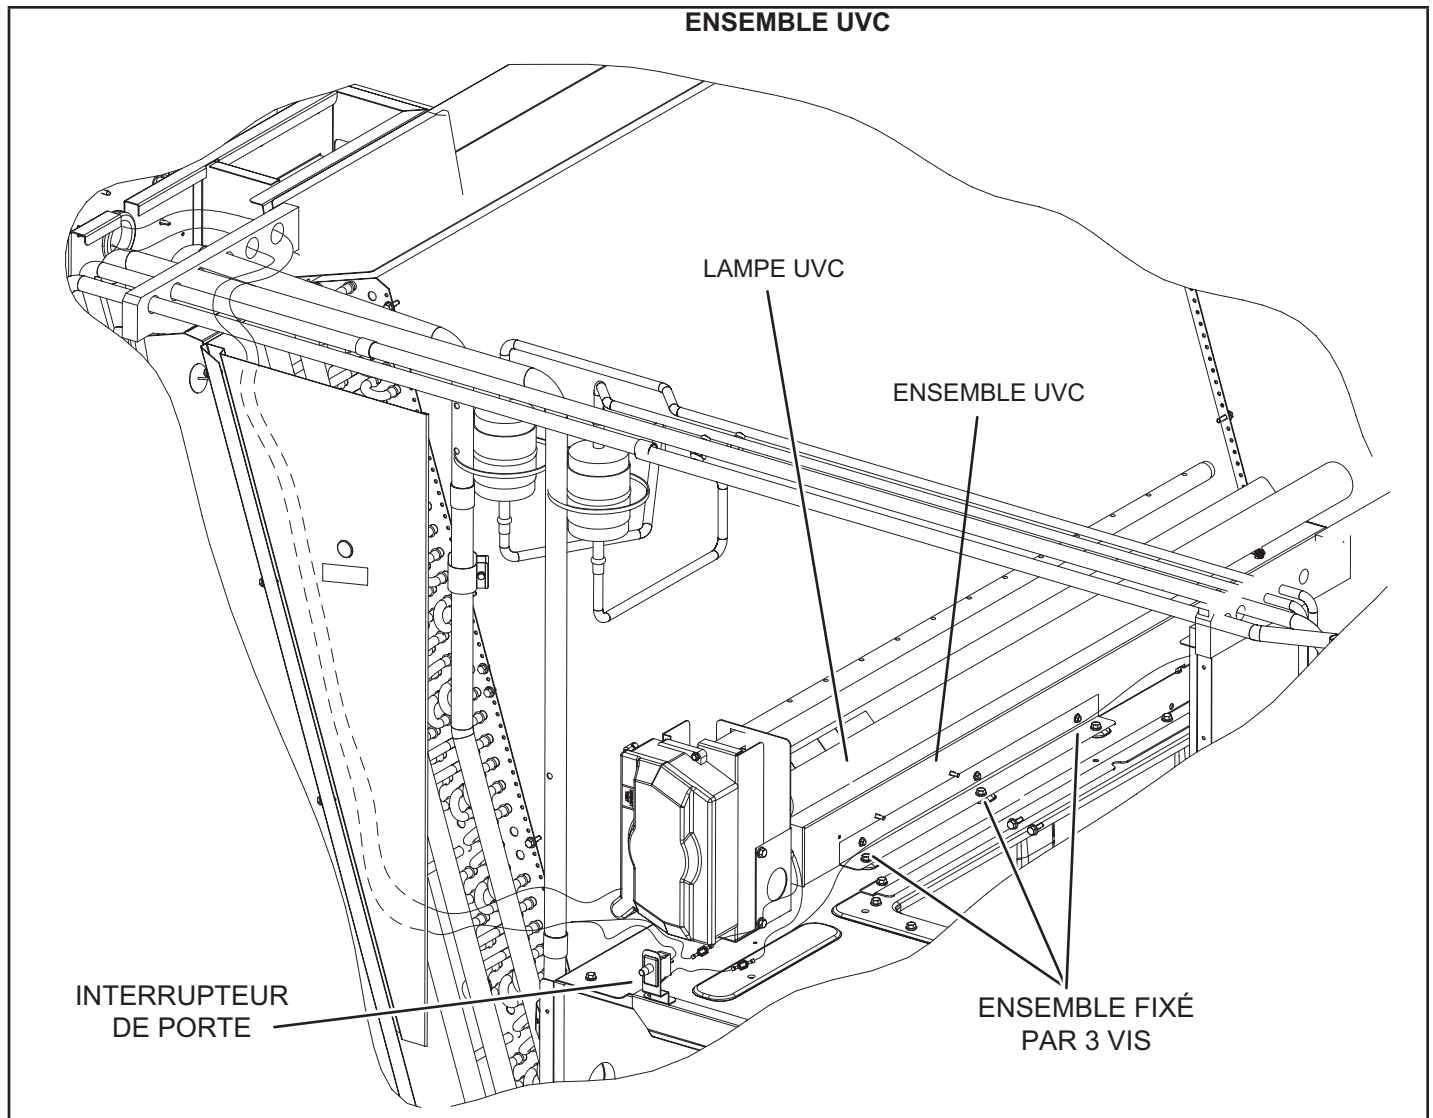

FIGURE 43
Lorsque la lampe UVC est installée en usine, elle est expédiée dans de la mousse. La lampe est fixée à l'ensemble UVC sur le support du ventilateur. Reportez-vous à la FIGURE 43. Retirez la lampe et installez-la dans le dispositif pour lampe UVC en suivant les étapes 2 à 11.
- 4 - Retirez et conservez les 3 vis qui fixent l'ensemble UVC. Sortez délicatement l'ensemble UVC en le faisant glisser par la porte d'accès au ventilateur. Reportez-vous à la FIGURE 43.
- 7 - Placez délicatement l'ensemble UVC sur le support du ventilateur. Alignez les trous de fixation de l'ensemble UVC sur les trous de fixation du support du ventilateur. Voir FIGURE 43. Utilisez les vis fournies pour fixer l'ensemble UVC.